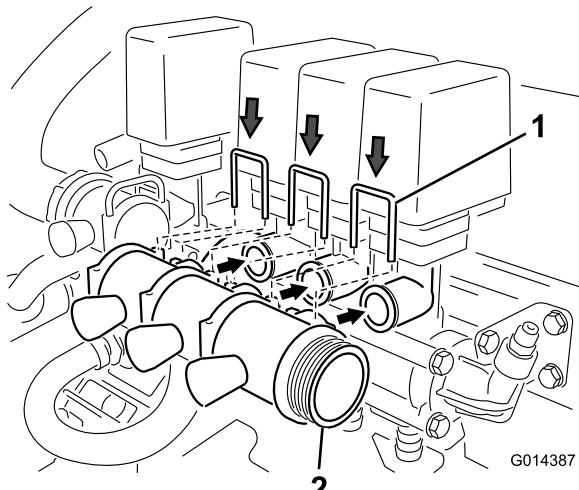

Figura 2
1. Perno ad attacco rapido 2. Tappo (3)
- Montate il gruppo della valvola di bilanciamento come mostrato in Figura 2, e fissatelo con i 3 perni ad attacco rapido che avevate rimosso al punto 2.